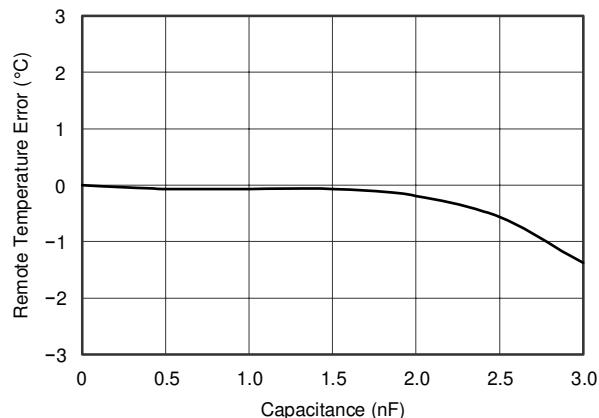
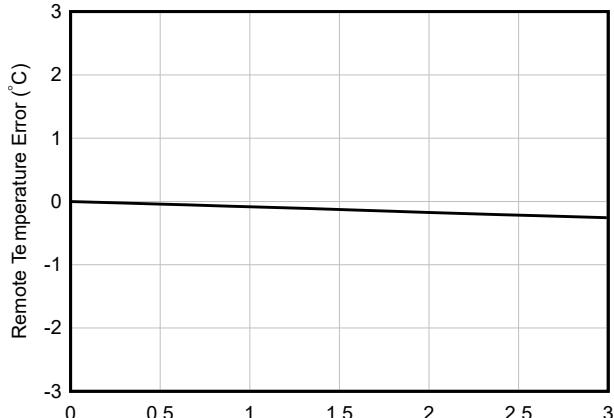
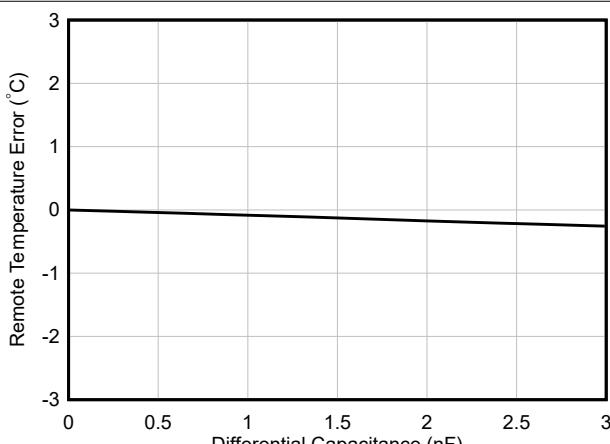

図 6-12. リモート温度誤差と差動容量との関係 (従来のチップ)
図 6-13. リモート温度誤差と差動容量との関係 (新チップ)
図 6-28. リモート温度誤差と差動容量との関係
- C. ほとんどのアプリケーションでは、 C_{DIFF} (オプション) は $<1000\text{pF}$ でなければなりません。 C_{DIFF} の選択はアプリケーションごとに異なります。フィルタリング、図 6-12 (図 6-13 新しいチップ)、および図 6-28 を参照してください。
TMP411-Q1 デバイスおよび TMP411D-Q1 デバイスは、温度誤差の変化を最小限に抑えながら、最大 1000pF の差動入力容量を許容できます。容量が検出されたリモート温度誤差に与える影響を、図 6-12 (新しいチップは図 6-13) および図 6-28 に示します。